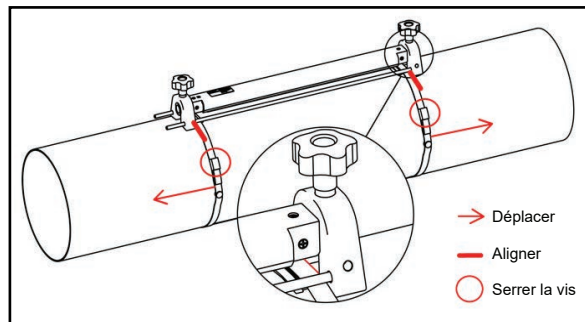

Figure 11 : Installation à 2 traversées avec 1 dispositif de fixation
- c. Maintenez le dispositif contre la conduite et déplacez les colliers de fixation sur le dispositif. Serrez ensuite les vis des colliers et vérifiez qu'ils restent en place sur le dispositif (voir la figure 11 ci-dessous).